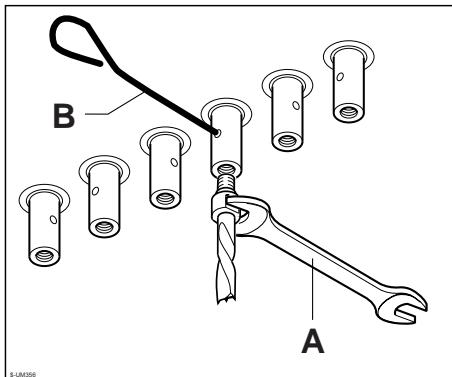

Fig. 8
- Avvitare le punte con chiave aperta A (Fig. 8 - 9) bloccando i mandrini con il perno in dotazione B.